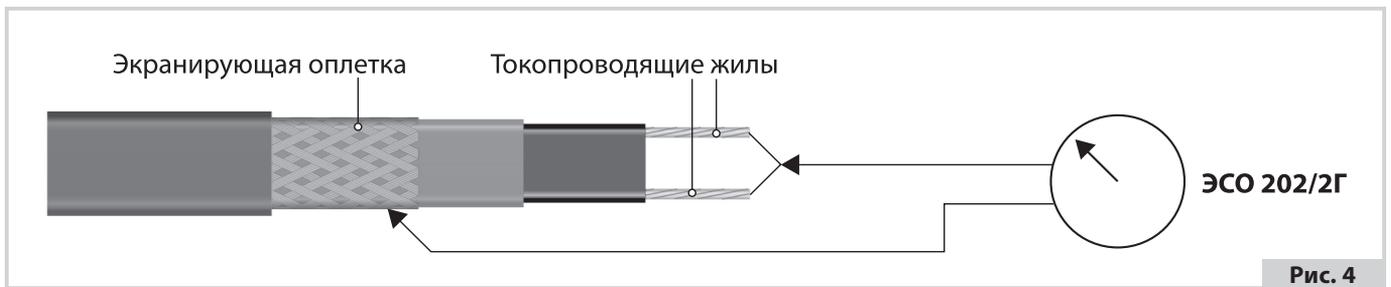

Рис. 4
4.1.13. **Кабели нагревательные саморегулирующиеся имеют температурно-зависимое сопротивление и данные о величине сопротивления не являются достоверным ориентиром для определения присоединённой нагрузки. По этой причине кабели нагревательные саморегулирующиеся проверяются только на сопротивление изоляции нагревательного элемента (измерение производится между токоведущими жилами и экранирующей оплёткой кабеля нагревательного (см. рис. 4)) и сопротивление оболочки кабеля нагревательного (измерение производится между экранирующей оплёткой кабеля нагревательного и контуром заземления).**